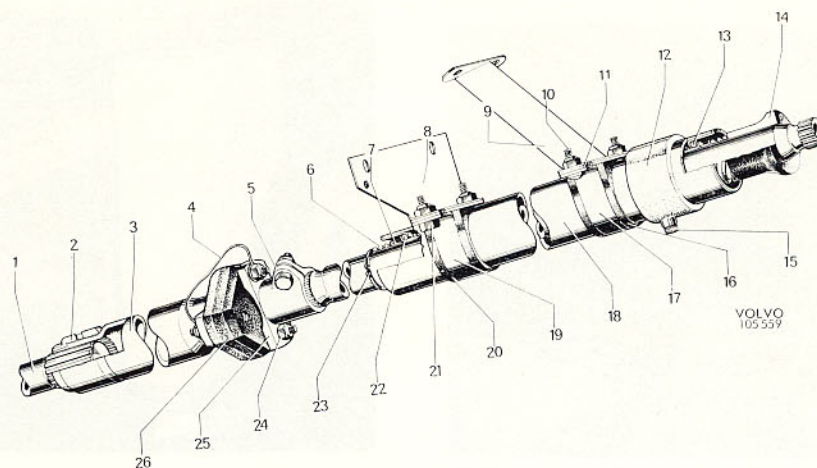

Bild 44. Rattaxellagring, 1800 sen. utf.
- Demontera klämskruven (5 bild 44).
- Lossa låsringen (23) och för den nedåt tillsammans med fjädern (6).
- För ned rattaxeln försiktigt och träd på säte, fjäder och låsring. Träd in signalledningen i rattaxeln med hjälp av tråd. För in rattaxeln i medbringaren. Anslut stomledningen (4) och montera klämskruven (5). Se till att låsringen (23) kommer i sitt spår.